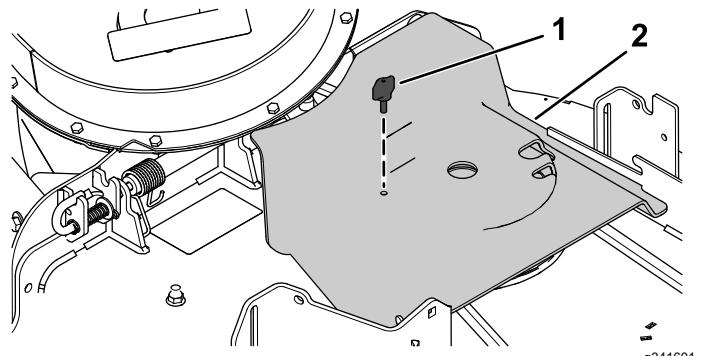

Bild 31
5. Setzen Sie die Gebläseriemensabdeckung auf den Gebläseriemen und befestigen sie mit dem Riemenhandrad (Bild 31).